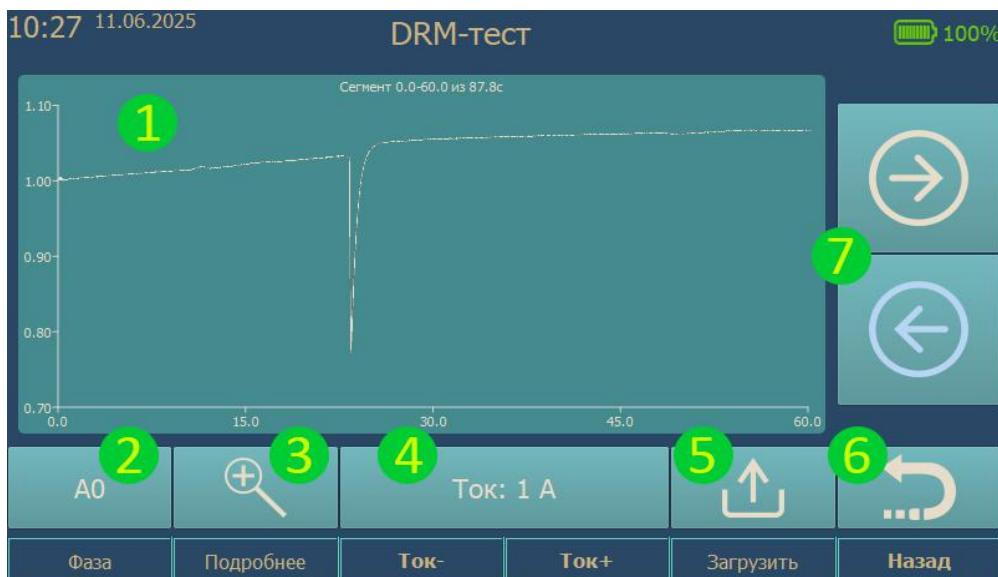
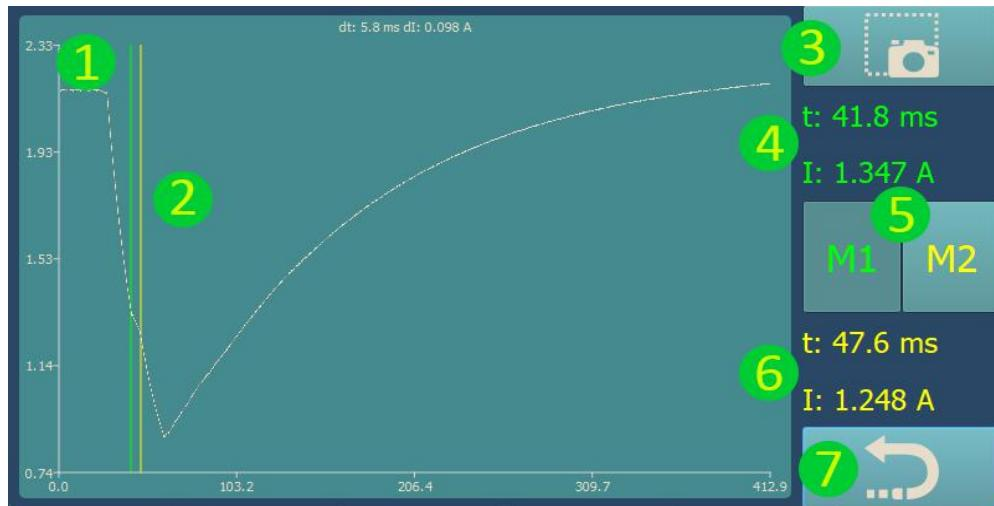

Рис. 16. Режим DRM
Рис. 18. Окно подробного просмотра и измерений
2.8.1. Внешний вид экрана в режиме DRM-теста представлен на рис. 16.
- Максимальная длительность отображаемого графика – 60 секунд. При испытаниях большей длительности прокрутка графика по оси времени осуществляется с помощью кнопок навигации(7 рис. 16).
проведения маркерных измерений. Для этого необходимо нажать кнопку «Подробнее» (3 рис. 16). После чего откроется окно, представленное на рис. 18.